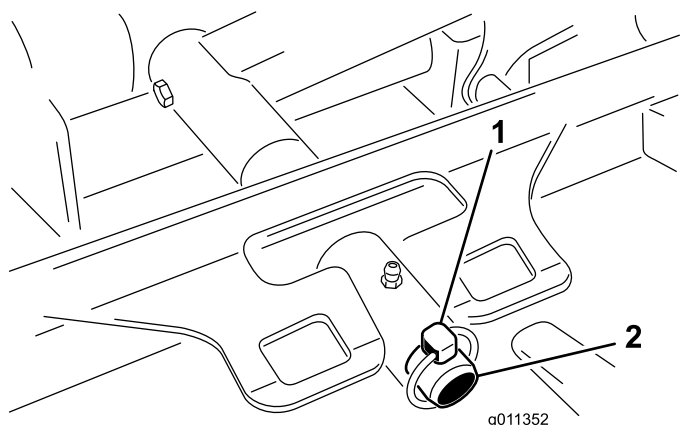

Figura 93
3. Retire o pino de sujeição (para máquinas Groundsmaster 4500) ou porca de bloqueio (para máquinas Groundsmater 4700) que fixa a estrutura de suporte da unidade de corte ao pino da articulação do braço de elevação (Figura 93).
2. Deslize a estrutura de suporte da unidade de corte até que esta fique sobre o pino da articulação do braço de elevação (Figura 93). Prenda a unidade de corte ao pino com o pino de sujeição (para máquinas Groundsmaster 4500) ou a porca de retenção (para máquinas Groundsmaster 4700).